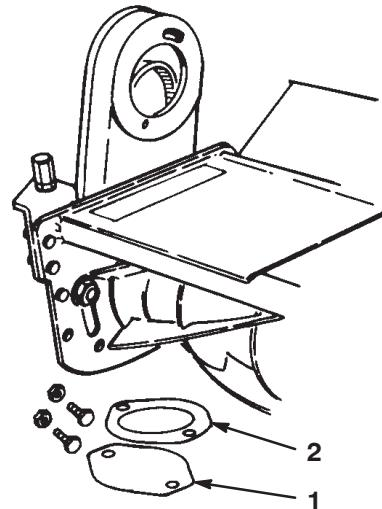

Figure 9
1. Retirez les contre-écrous, les boulons, le couvercle d'expédition et la protection du plateau d' entraînement (Fig. 9) du plateau de coupe.